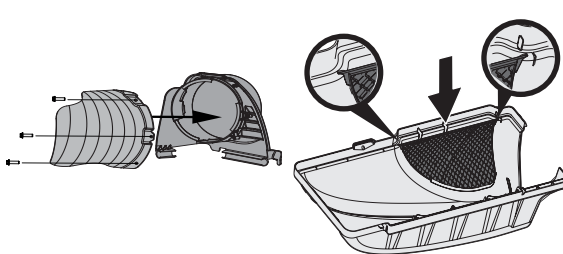

Figure 13
4. Fixez le déflecteur (731-18471) au support supérieur de la goutte à l'aide de 3 boulons fournis dans le kit de quincaillerie (689-02299). Voir Figure 13.